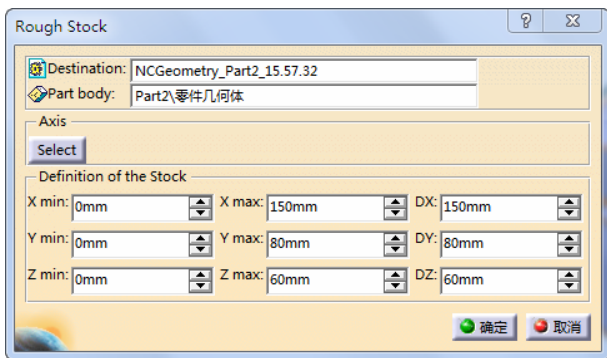

图 5-64 “Rough Stock”对话框
2) 在图形区一个线框包围着整个零件, “Rough Stock”对话框下部将显示毛坯尺寸, 编辑相关尺寸如图 5-64 所示。